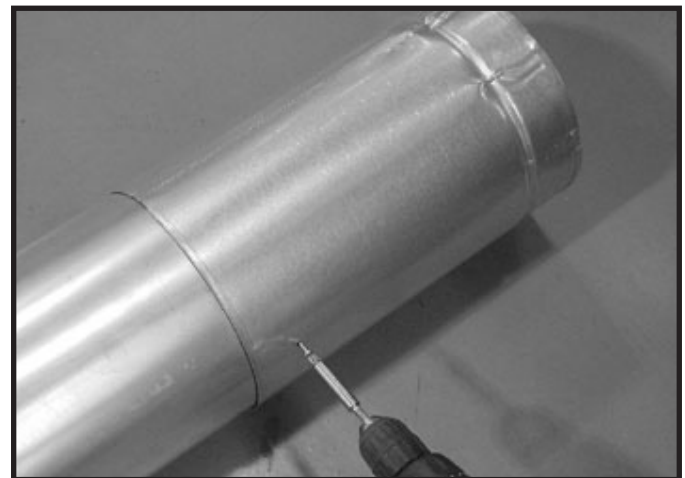

Figure 7.7 Visser dans la section coulissante
- Fixez les tuyaux et les sections coulissantes avec deux vis d'au plus 1/2 po en utilisant les trous de guidage de la section coulissante. Voir la figure 7.7.